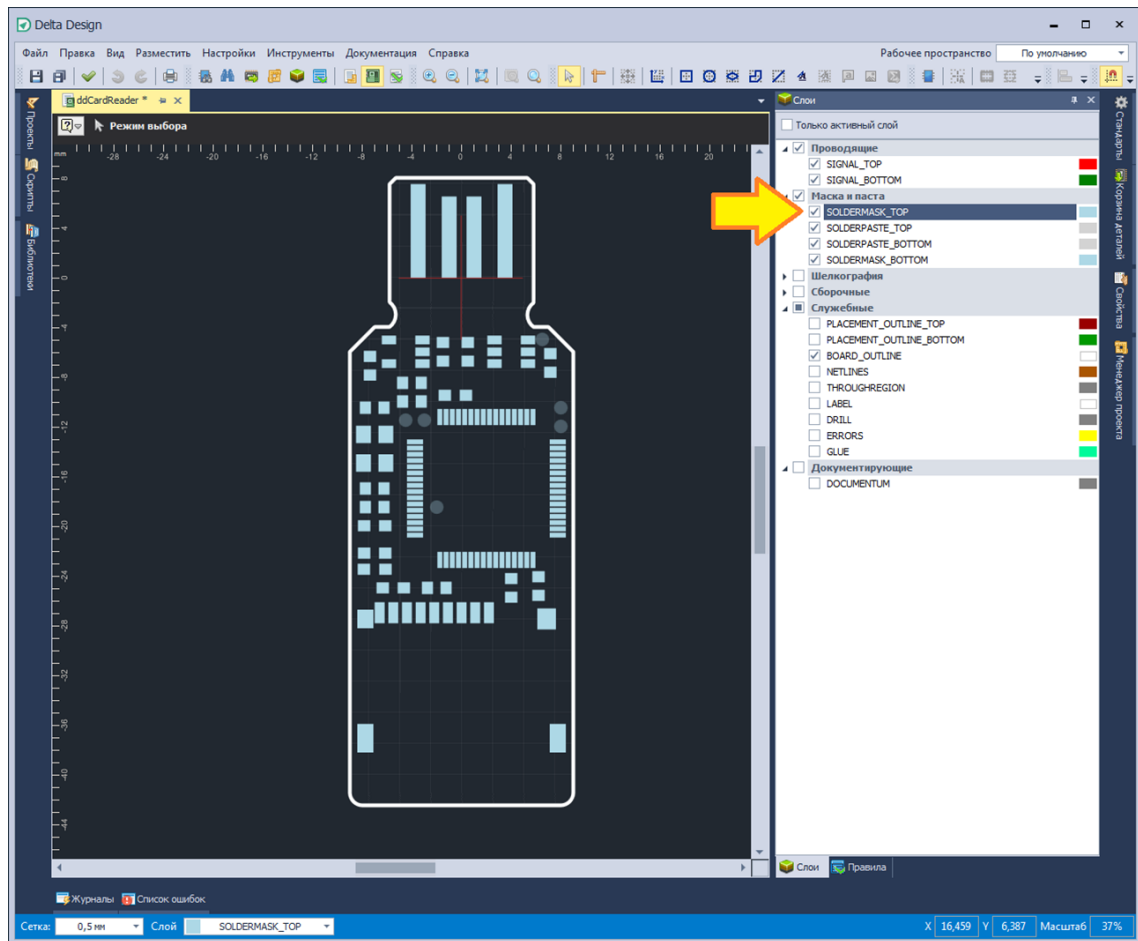

Рис. 2. Слой «SOLDERMASK\_TOP»
3. Убедитесь, что на верхней стороне платы маска «вскрыта», т.е. напротив сквозных и планарных контактных площадок отображаются фигуры, показывающие вырезы в маске, см. Рис. 2.